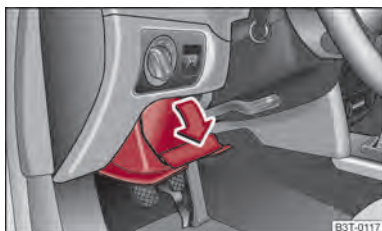

Abb. 94 Schalttafel: Ablagefach auf der Fahrerseite
- Das Ablagefach wird durch Anheben des Griffes und Aufklappen in Pfeilrichtung ⇒ Abb. 94 geöffnet.